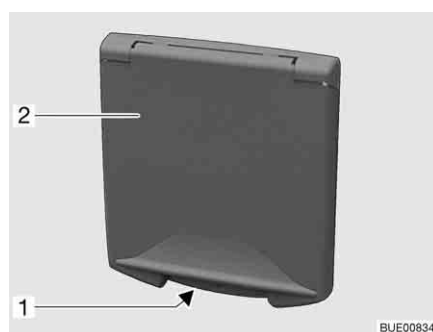

Fig. 65 Trampilla para la conexión de 230 V
- Meter la mano en el asidero cóncavo (Fig. 65,1) de la trampilla exterior (Fig. 65,2) y girar la trampilla exterior hacia arriba.